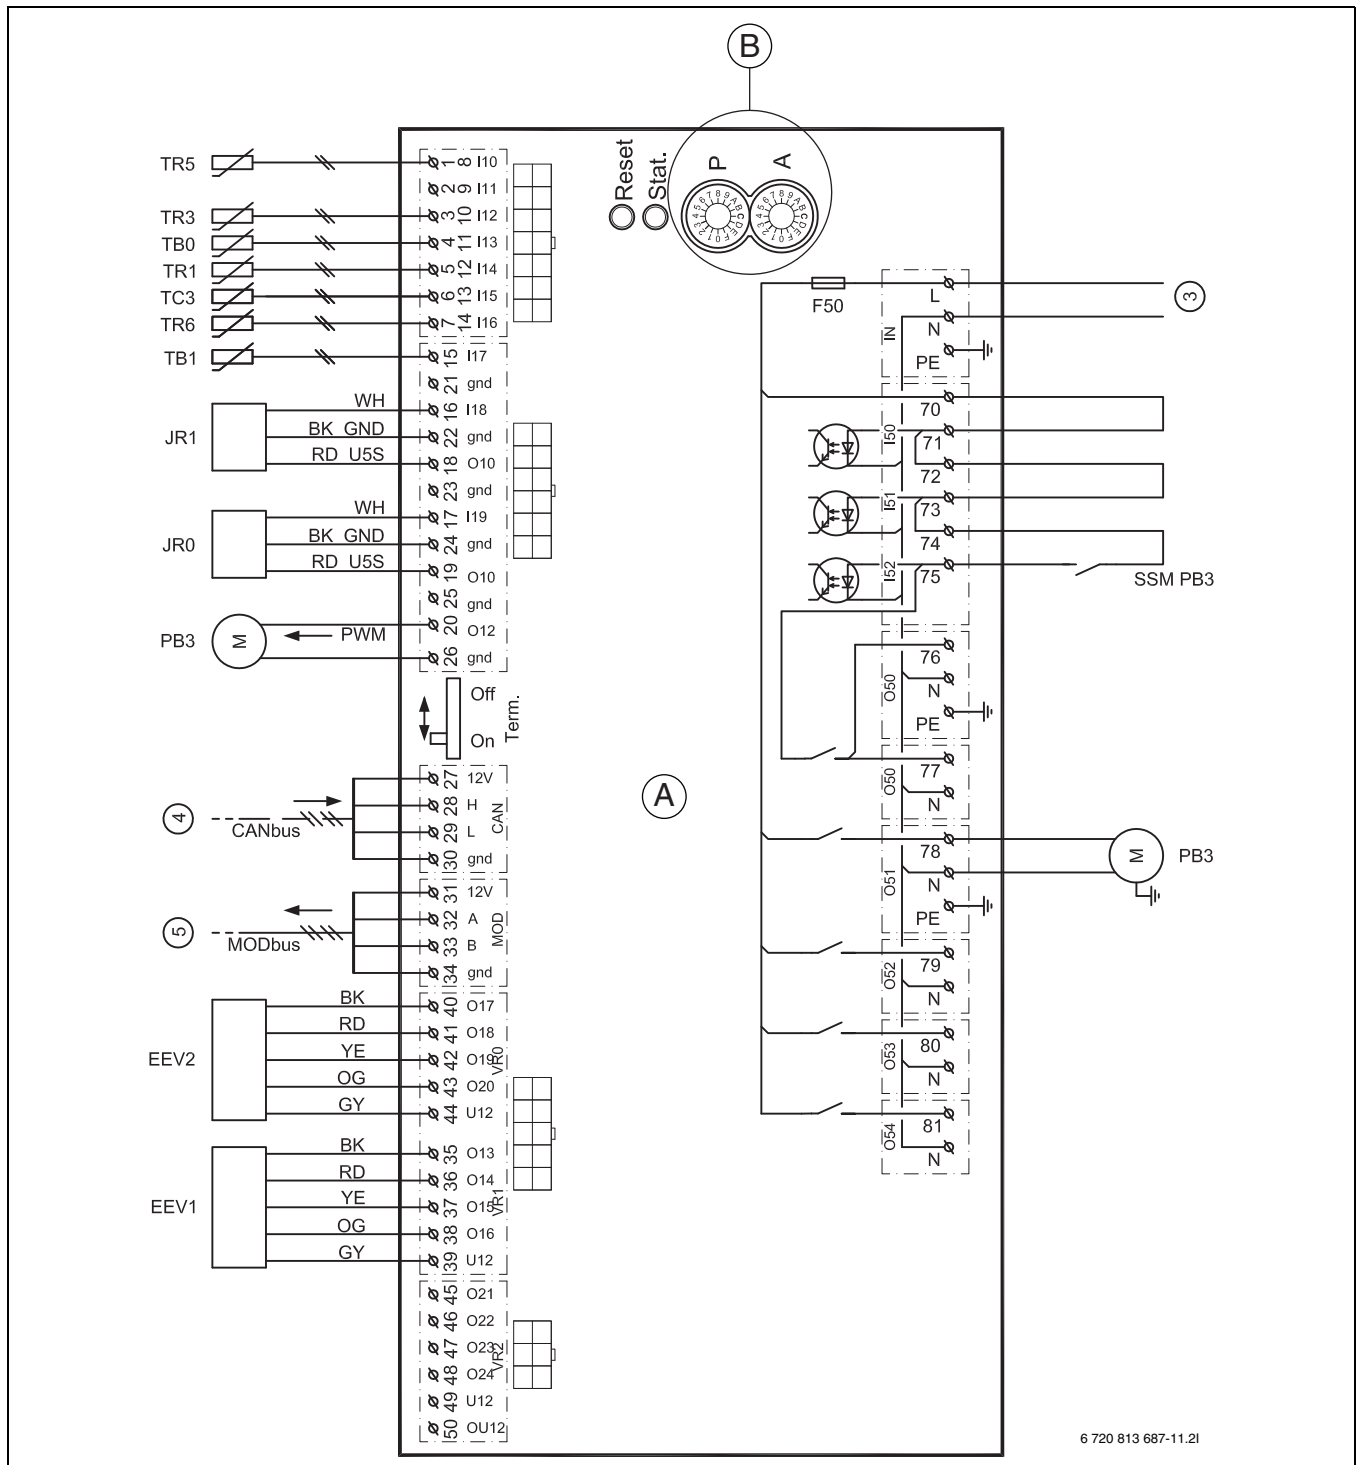

Bild 35 Schaltplan für I/O-Modul
- [3] 230 V~ Betriebsspannung, I/O-Modul ([3] Abb. 35)
- [5] MOD-BUS vom I/O-Modul ([5] Abb. 35)
- [4] CAN-BUS zu I/O-Modul ([4] Abb. 35)